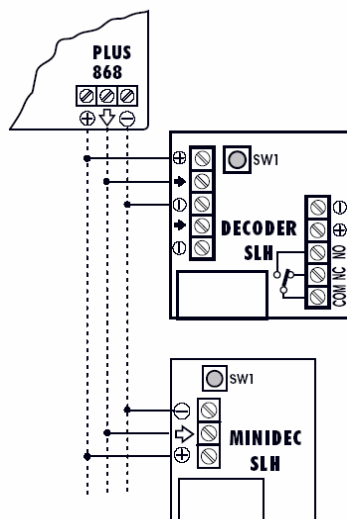

Fig. 1
- 1) Voed de installatie nadat deze gemonteerd is en de elektrische componenten van het systeem 868 SLH-LR zijn aangesloten. (zie fig. 1)
- 1) Alimenter l'installation après avoir effectué l'installation après avoir effectué l'installation et les connexions électriques des composants du système 868 SLH (voir fig. 1)